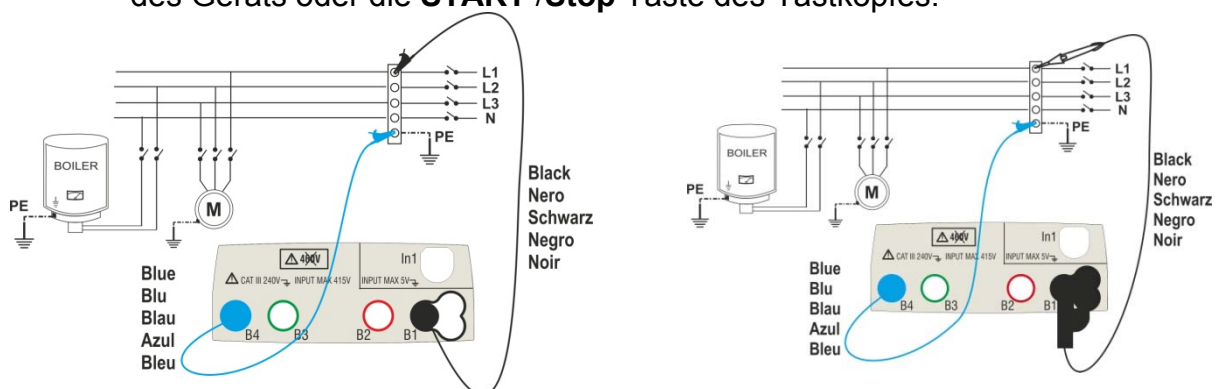
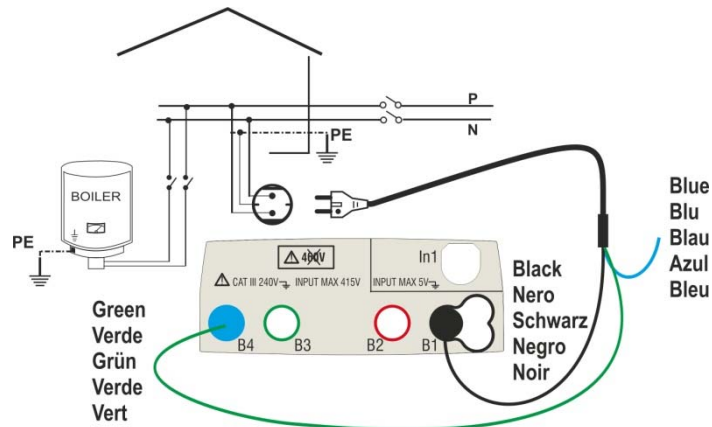

Abb. 8: Geräteanschluss mit Einzelkabeln und Tastkopf
Abb. 9: Geräteanschluss mittels Schuko-3 Leiter Kabel
6. Verbinden Sie die Krokodilklemmen und/oder die Messkabel und/oder den Tastkopf mit den Enden der zu testenden Leiter wie in Abb. 8 und Abb. 9. gezeigt